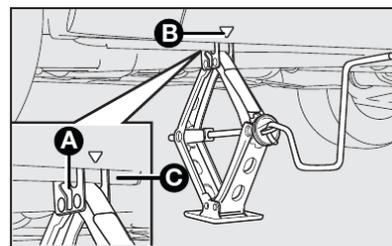

fig. 6
- Colocar o macaco onde está marcada o símbolo ▼ B-fig. 6 ou 7 (algumas versões) perto da roda a substituir, e certificar-se de que a ranhura A do macaco esteja bem encaixada na longarina C.